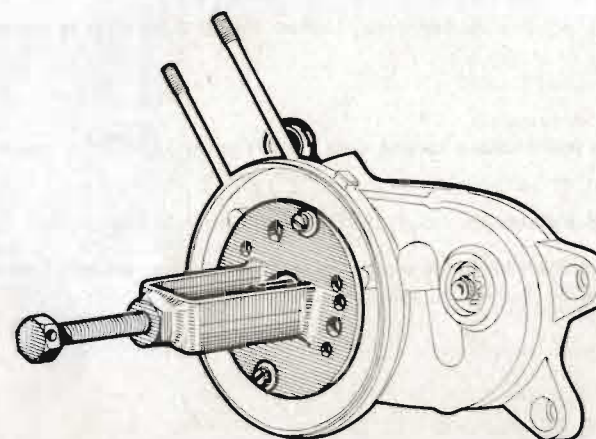

Fig. 21
- En désaccouplant les carters, le vilebrequin est resté en place sur le carter gauche où il est ajusté serré sur le roulement. Pour l'extraire, procéder de la façon suivante (fig. 21) :